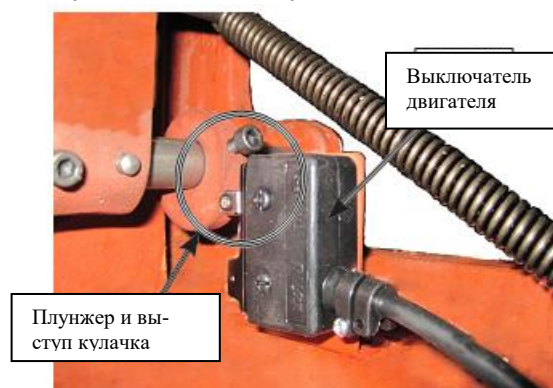

Рис. 102. Выключатель двигателя.
10. Найдите выключатель двигателя (Рис. 102) на торце станка со стороны задней бабки.